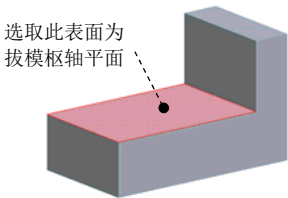

图 5.15.14 拔模枢轴平面
Step4. 选取拔模枢轴平面。先在操控板中单击  图标后的 **单击此处添加项** 字符，再选取图 5.15.14 所示的模型表面。